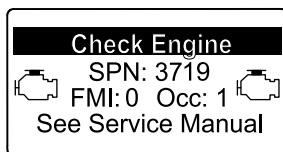

Figure 85
- Avertissement moteurSPN 3719, FMI 0 (Figure 85)